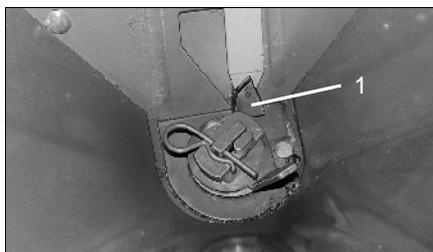

Fig. 49
- La jauge de réglage doit s'adapter facilement dans la section d'ouverture libérée correspondante (Fig. 49/1).